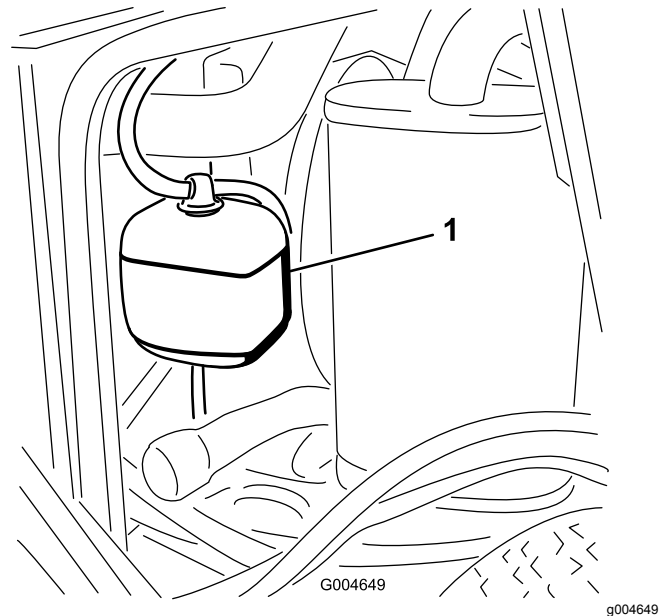

Figura 42
1. Controllate il livello di refrigerante nel serbatoio di espansione (Figura 42).